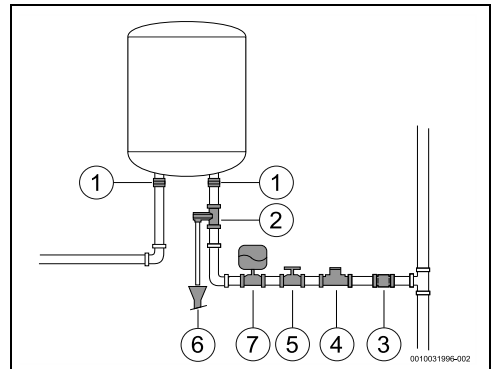

fig. 13
- ▶ Mbyllni valvulën e linjës së ujit (→ Fig. 13, [5]).
- ▶ instaloni një valvulë reduksioni (Fig. 13, [4]). Valvula e çlirimit të presionit aktivizohet gjithnjë pasi presioni i ujit në depozitë tejkalon 8 bar (± 1 bar) dhe uji i shkarkimit duhet të kanalizohet jashtë.
- ▶ instaloni një enë zgjerimi (Fig. 13, [7]) për të evituar hapjen caq të shpeshtë të valvulës së çlirimit. Vëllimi i enës së zgjerimit duhet të jetë i barasvlershëm me 5% të vëllimit të pajisjes.